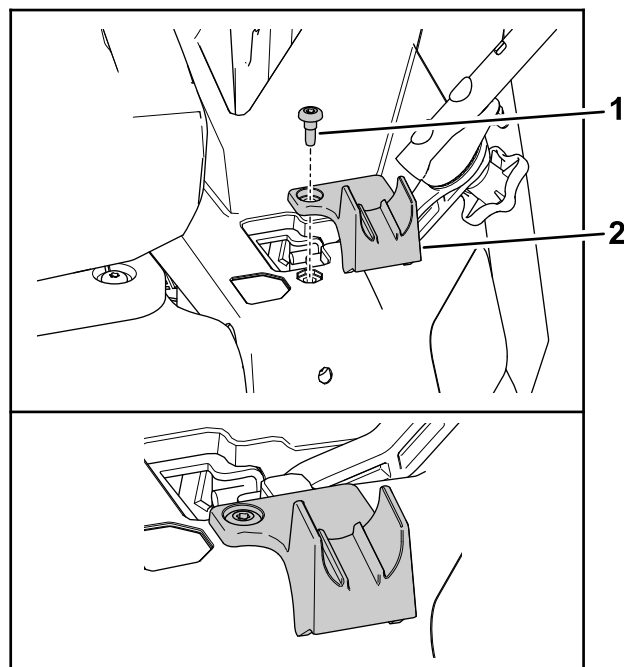

Figura 7
2. Alinee el retenedor del asidero con el carenado izquierdo, tal y como se muestra en la Figura 7.
3. Fije el retenedor al carenado (Figura 7) con el tornillo de cuello largo ($\frac{1}{4}$ " x $\frac{1}{2}$ ") del kit.